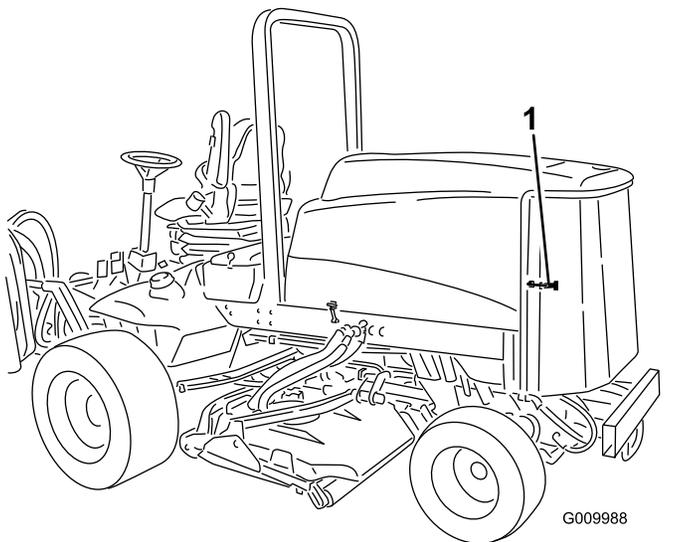

Bild 49
1. Entriegeln und schwenken Sie das hintere Gitter in die geöffnete Stellung (Bild 49). Entfernen Sie alle Schmutzrückstände aus dem Drehgitter.